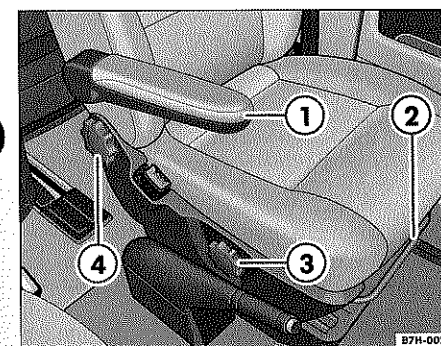

Fig. 52 Mandos en el lateral interior del asiento delantero
- Gire la rueda moleteada situada debajo del reposabrazos ⇒ fig. 52 (1) para ajustarlo conforme a su estatura.